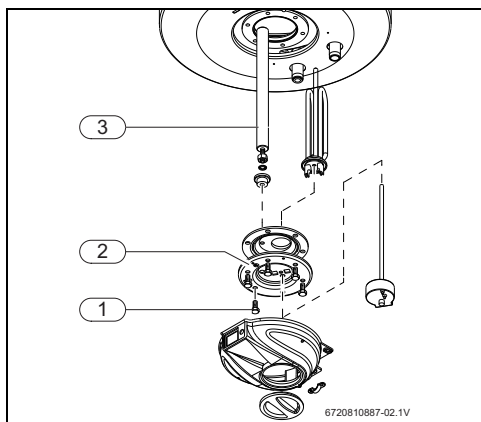

Рис. 13 Доступ во внутреннее пространство и обозначение деталей
- ▶ Отверните крепежные винты фланца (рис. 13, [1]).
- ▶ Снимите фланец (рис. 13, [2]).